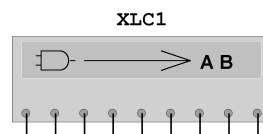

图 6-27 逻辑变换器图标
逻辑变换器是 NI Multisim 特有的仪器，能够完成真值表、逻辑表达式和逻辑电路 3 者之间的相互转换，实际中不存在与此对应的设备，如图 6-27 所示为逻辑变换器图标，其中共有 9 个接线端，从左到右的 8 个接线端，剩下一个为输出端。
1) 最上方的 A、B、C、D、E、F、G、H 和 OUT 这 9 个按钮分别对应图 6-27 中的 9 个接线端。单击 A、B、C 等几个端子后，在下方的显示区将显示所输入的数字逻辑信号的所有组合及其所对应的输出。